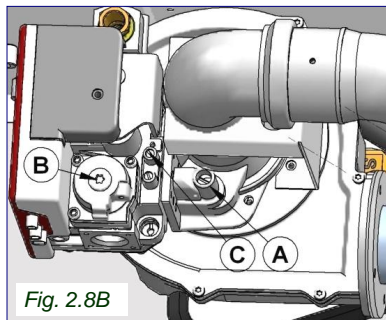

Fig. 2.8B
### 2.8A Contrôle de la pression de raccordement du gaz (Fig. 2.8B).
**2.8B Contrôle du débit de gaz au brûleur** (Fig. 2.8B-C).
**N.B. La vis (B) (Fig.2.8B) de la valve du gaz ne nécessite aucun réglage, car elle a été calibrée lors du test en usine avec un rapport air/gaz 1/1**